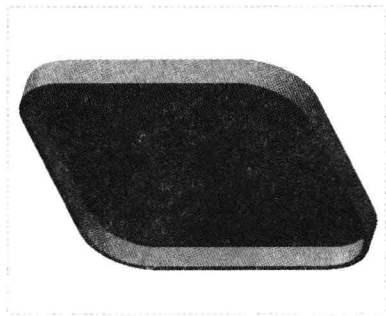

图 8-79 图形文件
Step 01 按【Ctrl+O】组合键，打开图形文件，如图 8-79 所示。